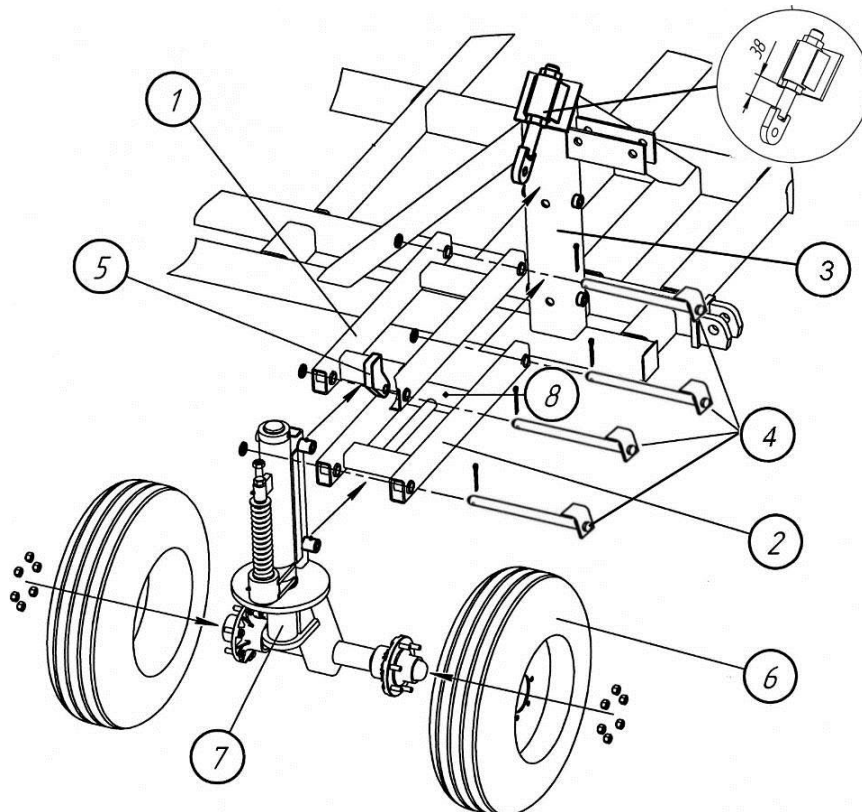

Рис. 4.4.1. Сборка передней подвески
4.4.1. Закрепите верхнюю 1 и нижнюю 2 переключины на стойке главной рамы 3, установив пальцы 4 (Ø25,4x356), шайбы и шплинты Ø5x63, как показано на рис. 4.4.1.